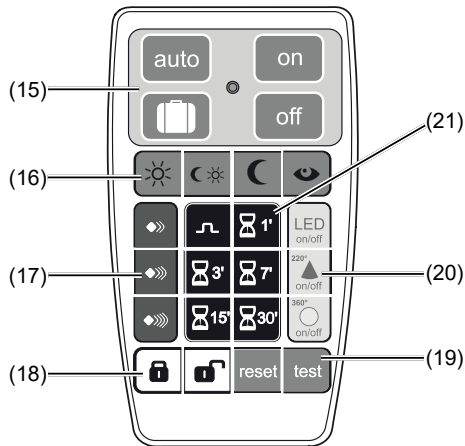

Fig. 10: Tryck kortvarigt på IR-fjärrkontrollen
Om fjärrkontrollen är låst överförs inga IR-signaler när man trycker på knapparna. Undantaget från detta är manöverknapparna (fig. 10, 15) och låsknapparna (18). Dessa är alltid aktiva.